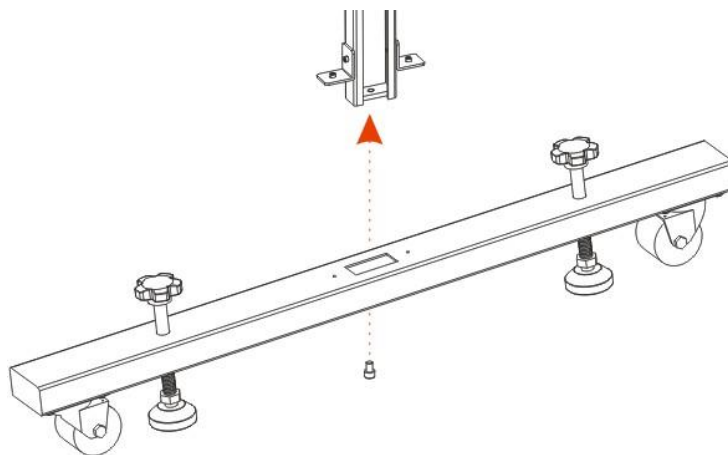
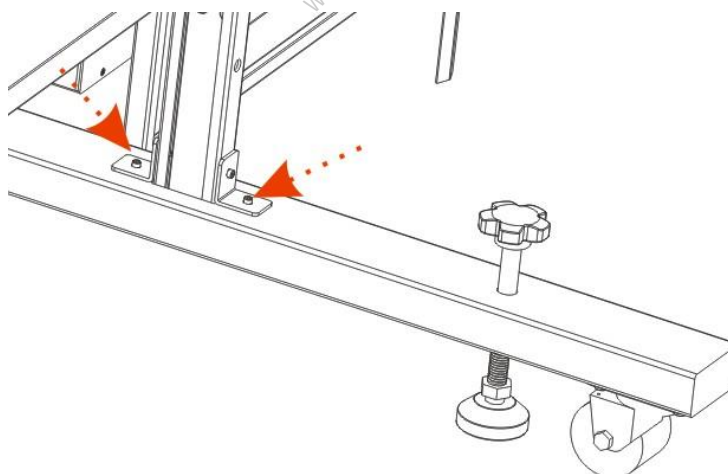

Рис. 4-1
Рис. 4-2
1. Совместите шаблонную раму (15) и опору основания (11), затем затяните болт (A) для крепления шаблонной рамы (см. рис. 4-1). Во избежание падения шаблонной рамы закрепите ее с помощью уголков (13) и винтов (D) (см. рис. 4-2).